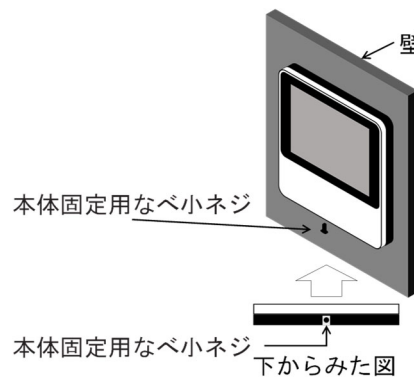

図3.4.8
- 本体を取り付けたら、本体と取付金具を本体固定用なべ小ネジで固定します。ネジは下から上に向かって締めてください。(図3.4.8)